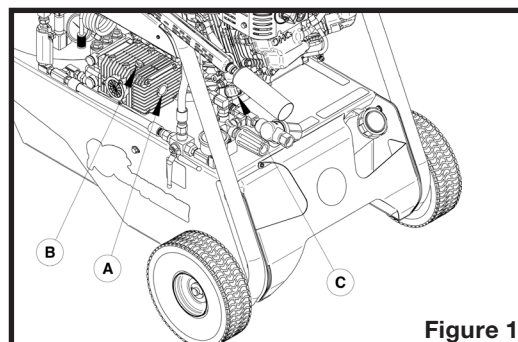

Figure 1
1. Installer le raccord hydraulique droit (A sur la figure 1) à la sortie du dévidoir.
2. Vérifier le niveau d'huile du moteur. Le moteur doit être au niveau. Enlever le bouchon/jauge (C sur la figure 1). Le niveau d'huile doit être égal avec le rebord du trou de remplissage d'huile.